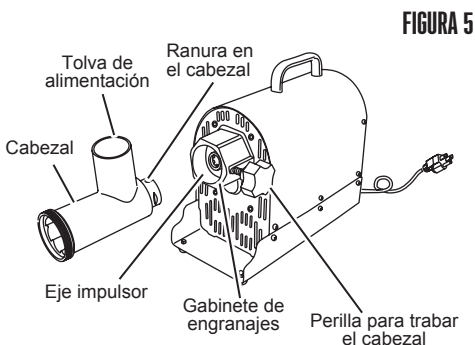

FIGURA 5
1. Asegúrese de que el molino de carne esté desenchufado. Inserte el cabezelo en el gabinete de engranajes con la tolva de alimentación del cabezelo hacia arriba. Usted tendrá que alinear la ranura del cabezelo con la llave ubicada dentro de la carcasa de engranajes. Asegúrese de que el cabezelo esté totalmente asentado dentro del gabinete de engranajes (**FIGURA 5**).